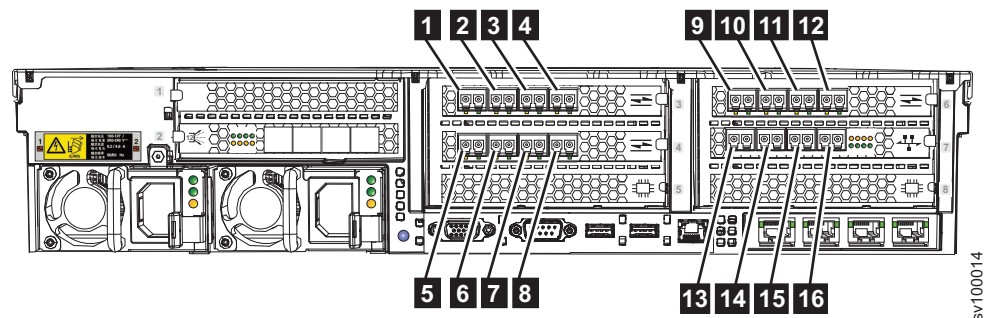

図 32. ファイバー・チャネル・ポート
3. オプション: ファイバー・チャネル・フィーチャーが取り付けられている場合、構成が必要であれば、ファイバー・チャネル・ケーブルをファイバー・チャネル・ポートに接続することができます。図 32 は、スロットの 3、4、および 6 に 16 Gbps ファイバー・チャネル・アダプターが取り付けられている装置の例を示しています。10 Gbps 光イーサネット・アダプターは Fibre Channel over Ethernet (FCoE) 通信に使用され、スロット 7 に取り付けられて追加のファイバー・チャネル・ポートを提供します。